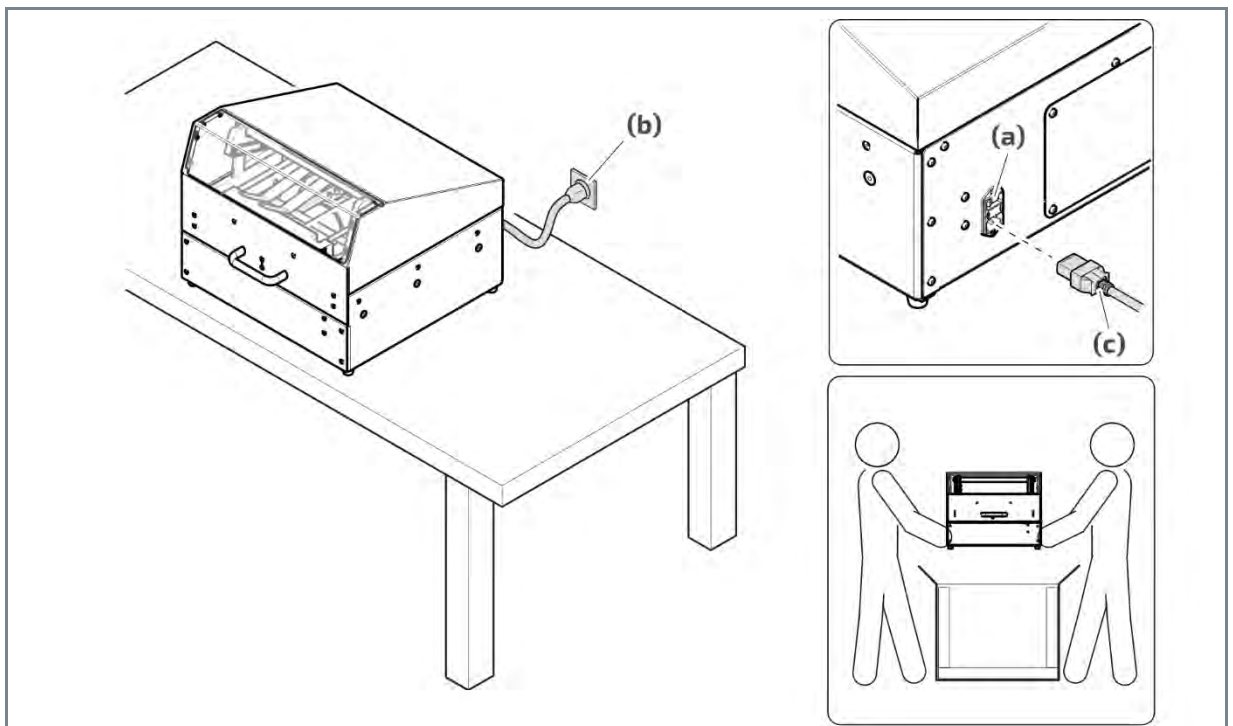

Abb. 12 Verpackungsmaschine außer Betrieb nehmen
1. Schalten Sie den Hauptschalter **Abb. 12 (a)** der Verpackungsmaschine auf Position „0“.
2. Entfernen Sie die Netzanschlussleitung **Abb. 12 (b) (c)**.